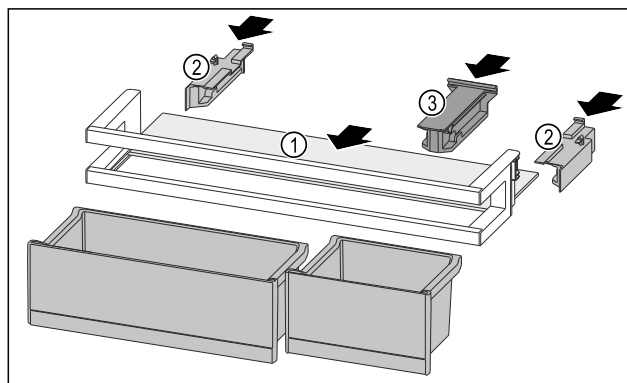

Fig. 136
- Odkládací plochu Fig. 136 (1) zasuněte do bočních vybrání.
- Boční díly Fig. 136 (2) vložte.
- Držák Fig. 136 (3) vložte.